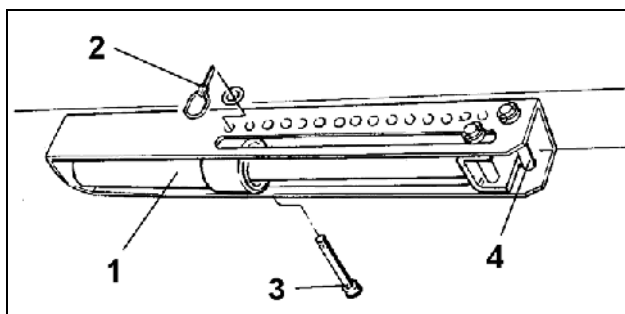

Рис. 87
Подсоедините гидравлический цилиндр (Рис. 87/1) к клапану управления трактора простого действия (смотрите гл.6.2) и приведите в действие клапан управления, но только из кабины трактора.
Два пальца (Рис. 87/3 и Рис. 87/4) вставьте в качестве упора гидравлического цилиндра (Рис. 87/1) в сегмент регулировки. Упор гидравлического цилиндра находится на пальце (Рис. 87/3), если цилиндр не находится под давлением, и на пальце (Рис. 87/4), если гидравлический цилиндр находится под давлением.
- Подайте давление в гидравлический цилиндр (Рис. 87/1).
- Вставьте палец (Рис. 87/3) в отверстие сегмента регулировки и закрепите при помощи фиксирующего пальца с пружинной защелкой (Рис. 87/2).